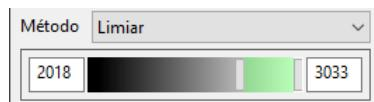

Figura 6.28: Ajuste de faixa de valores do método limiar.
- **Limiar:** O método limiar selecionará os pixels cuja a vizinhança estejam dentro do valor mínimo e máximo (figura 6.28).